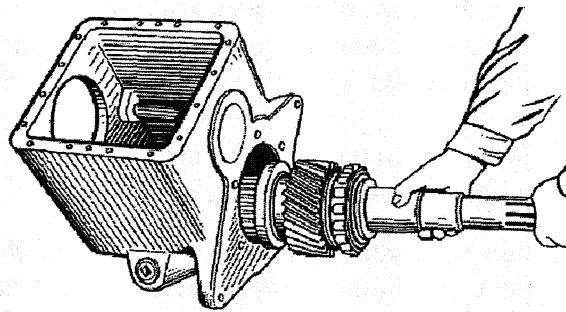

Рис. 16. Извлечение промежуточного вала
28. Вынуть промежуточный вал (рис. 16) из переднего картера с шестерней 64 (см. рис. 9) высшей передачи и втулкой 63 синхронизатора, снять одновременно в полости картера шестерню 90 нижней передачи и синхронизатор 62.